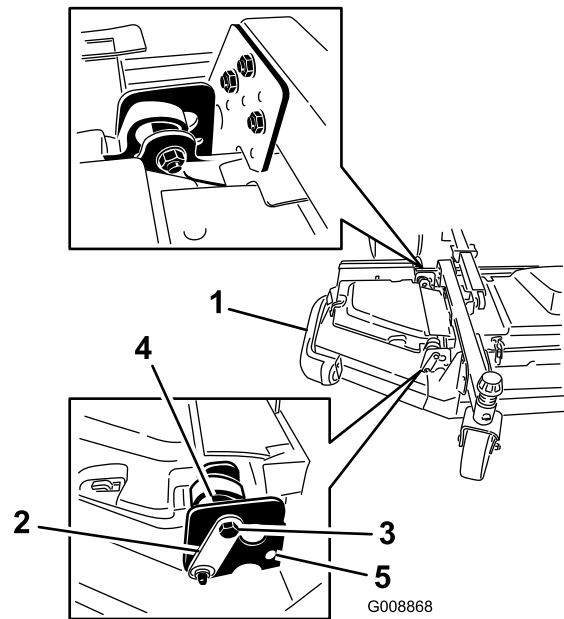

Рисунок 4
- Проденьте передний и задний фиксирующие болты через верхние монтажные отверстия и эксцентрики (Рисунок 4).